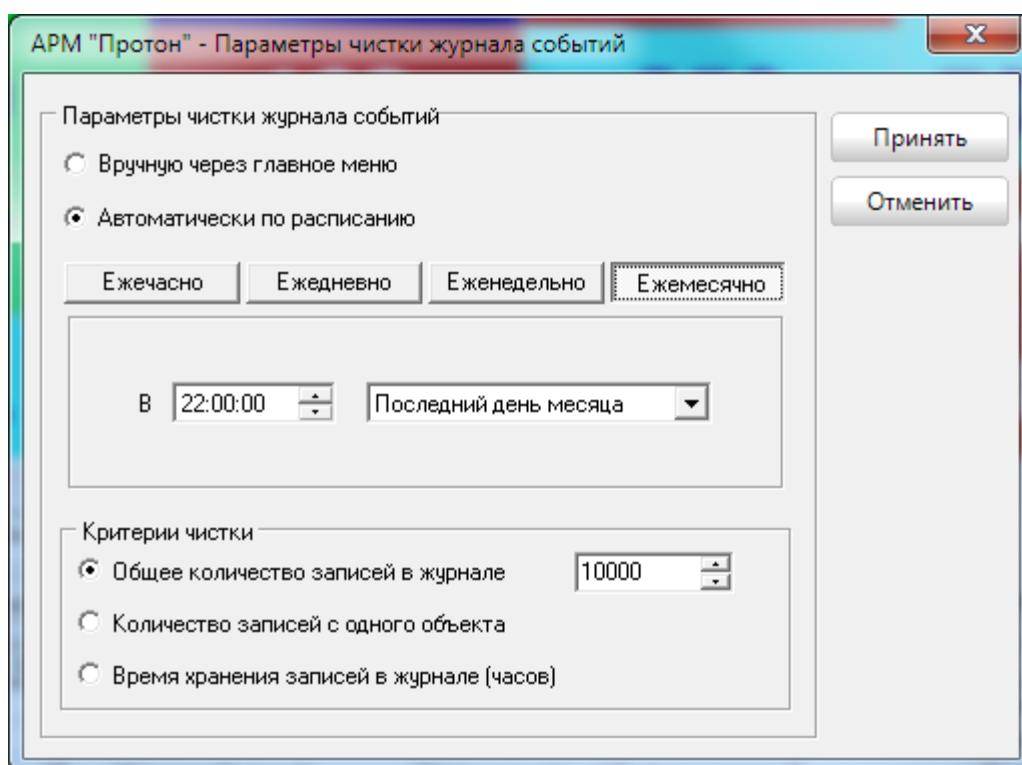

Рисунок 41
- ежемесячно в определённый день месяца в определённое время (Рисунок 41).